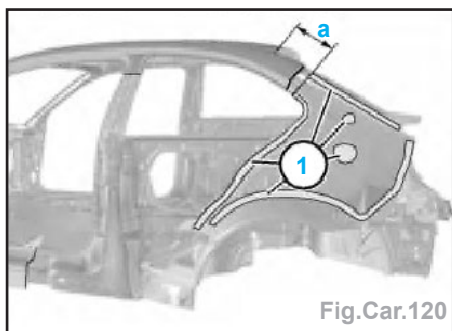

Fig.Car.120
- Tracer le raidisseur élément latéral suivant la cote (a) et le découper (Fig.Car.120).